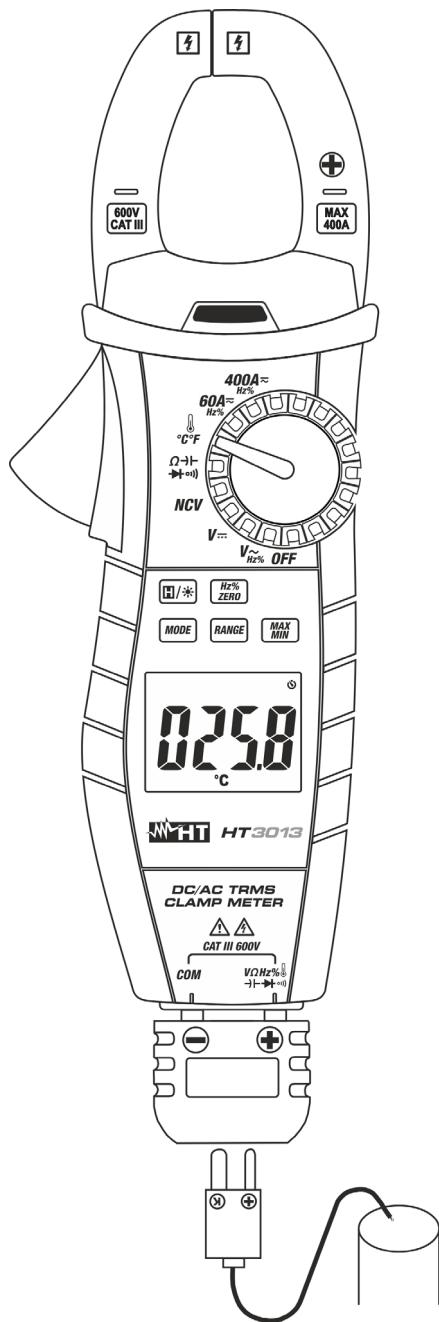

Abb. 10: Verwendung der Zange für Temperaturmessung
3. Verbinden Sie den mitgelieferten K-Typ Drahtfühler mit der  $\text{V}\Omega\text{Hz}\% \rightarrow \text{I} \rightarrow \text{P} \rightarrow \text{H}$  und **COM** Eingangsbuchse mithilfe des entsprechenden Adapter. Achten Sie dabei auf die Polarität, die in Abb. 10 angegeben ist. Der Temperaturwert erscheint auf dem Display.